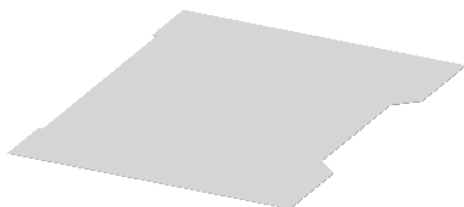
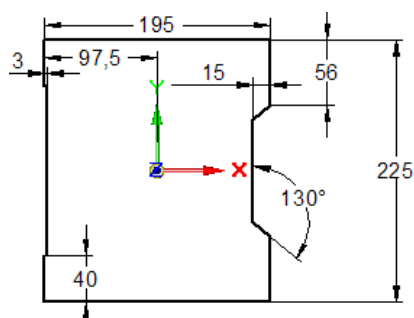

图 8.8.2 平板特征
图 8.8.3 截面草图
Step1. 新建文件。选择下拉菜单  → **新建 (N)** →  **GB 钣金** 使用默认模板创建新的钣金文档。命令。
Step2. 创建图 8.8.2 所示的平板特征 1。
(1) 选择命令。单击“主页”功能选项卡“钣金”工具栏中的“平板”按钮.
(2) 定义特征的截面草图。
① 选取草图平面。在系统 **单击平的面或参考平面。** 的提示下，选取俯视图 (XY) 平面作为草图平面。
② 绘制图 8.8.3 截面草图。